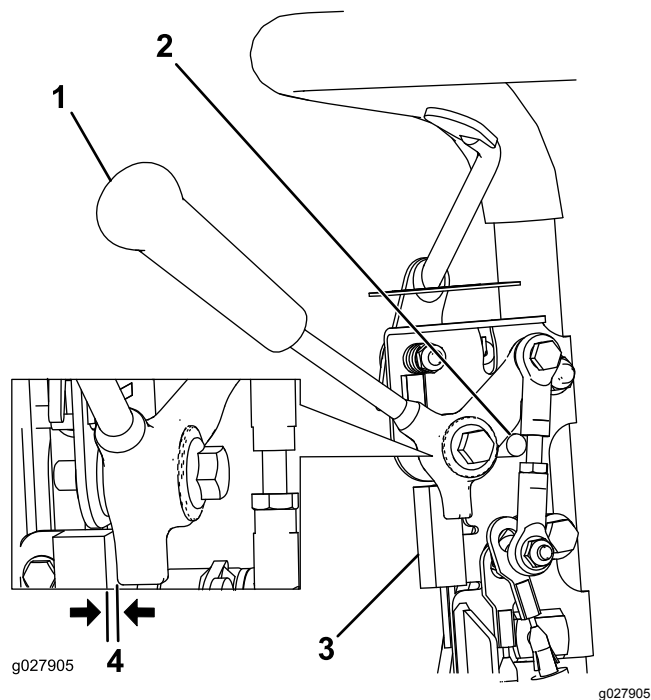

Figure 31
1. Coupez le moteur, désengagez le levier de commande de déplacement et appuyez-le contre la butée de point mort (Figure 31).
2. Desserrez les fixations du contacteur de sécurité (Figure 31).
3. Placez une cale de 0,8 mm d'épaisseur entre le levier de commande de déplacement et le contacteur de sécurité (Figure 31).